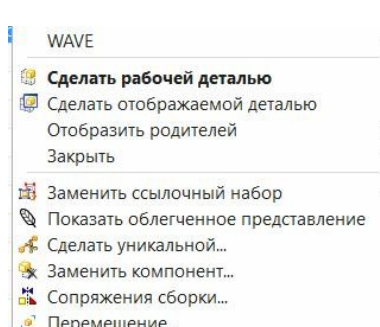

рис.64
- Если установить курсор **на строку** какой-либо детали, и вызвать контекстное меню, то его содержание будет таким, как на рис.64.
- Кроме строк в навигаторе сборки присутствуют и **столбцы**. Их число можно регулировать с помощью специальной команды «Столбцы» в списке рис.64. Список имен различных столбцов частично показан на рис.65.